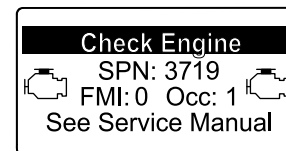

Figura 51
- Si es necesario realizar una regeneración de recuperación, el InfoCenter muestra la advertencia del motor SPN 3719, FMI 16 (Figura 51) y el ordenador del motor reduce la potencia del motor al 85 %.